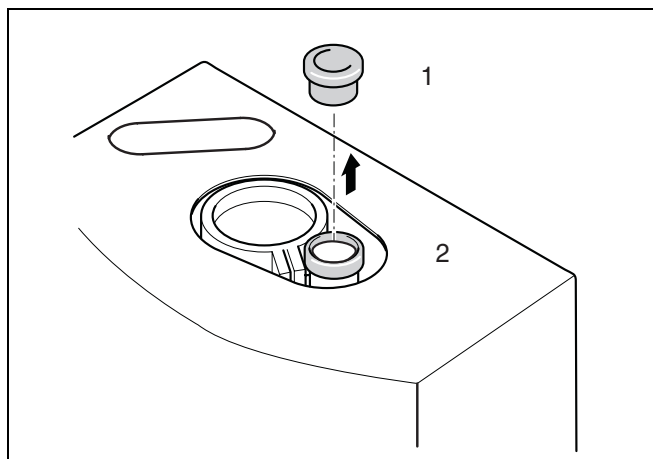

Fig. 7 Rimuovere il tappo di tenuta del bypass di condensa (solo per raccordi caldaia in plastica)
Se il raccordo della caldaia è in plastica, sarà necessario rimuovere il tappo di tenuta (fig. 7, pos. 1). Si raccomanda di non staccare la guarnizione nera di gomma (fig. 7, pos. 2).
Se il raccordo della caldaia è in alluminio, il tappo di tenuta (fig. 7, pos. 2) non dovrà essere rimosso.
Se il raccordo caldaia è in alluminio, il tappo di tenuta (fig. 7, pos. 2) non dovrà essere rimosso.